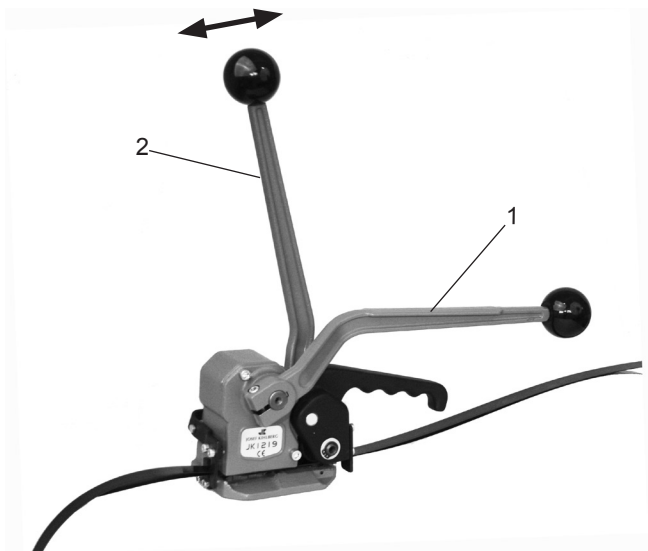

Fig. 4
- Saisir le levier de sertissage (Fig. 4/1) à l'aide de la main gauche et effectuer des mouvements de va-et-vient avec le levier de tension (4/2) à l'aide de la main droite jusqu'à ce que la tension souhaitée du feuillard soit atteinte.